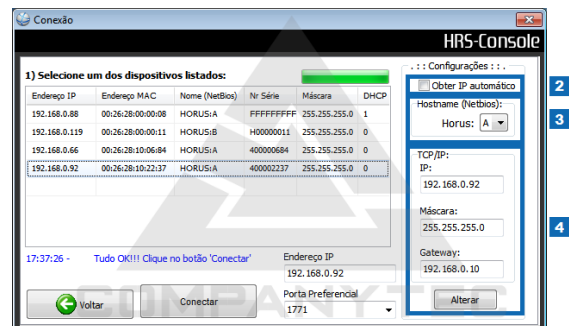

Figura 28 - Selecionar o ICC01
- Selecione o Hostname desejado (Item 3 da Figura 28 - Selecionar o ICC01) e marque a opção “Obter IP automático” (Item 2 da Figura 28 - Selecionar o ICC01).
- O IP padrão do ICC01 é 192.168.0.91, caso necessário alterar a configuração informe o novo IP (Item 4 da Figura 28 - Selecionar o ICC01) e clique em “Alterar”.